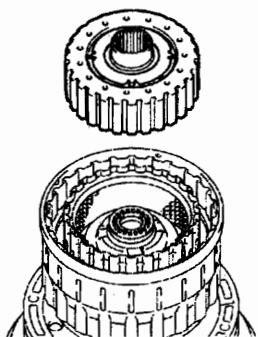

图 12-1-123
(9) 拆卸多片离合器毂。
①如图 12-1-123 所示，从离合器鼓总成上拆下多盘离合器毂。